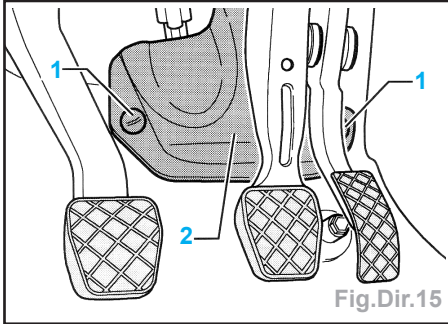

Fig.Dir.15
- Retirer les écrous en plastique (1) et déposer le cache (2) (Fig.Dir.15).